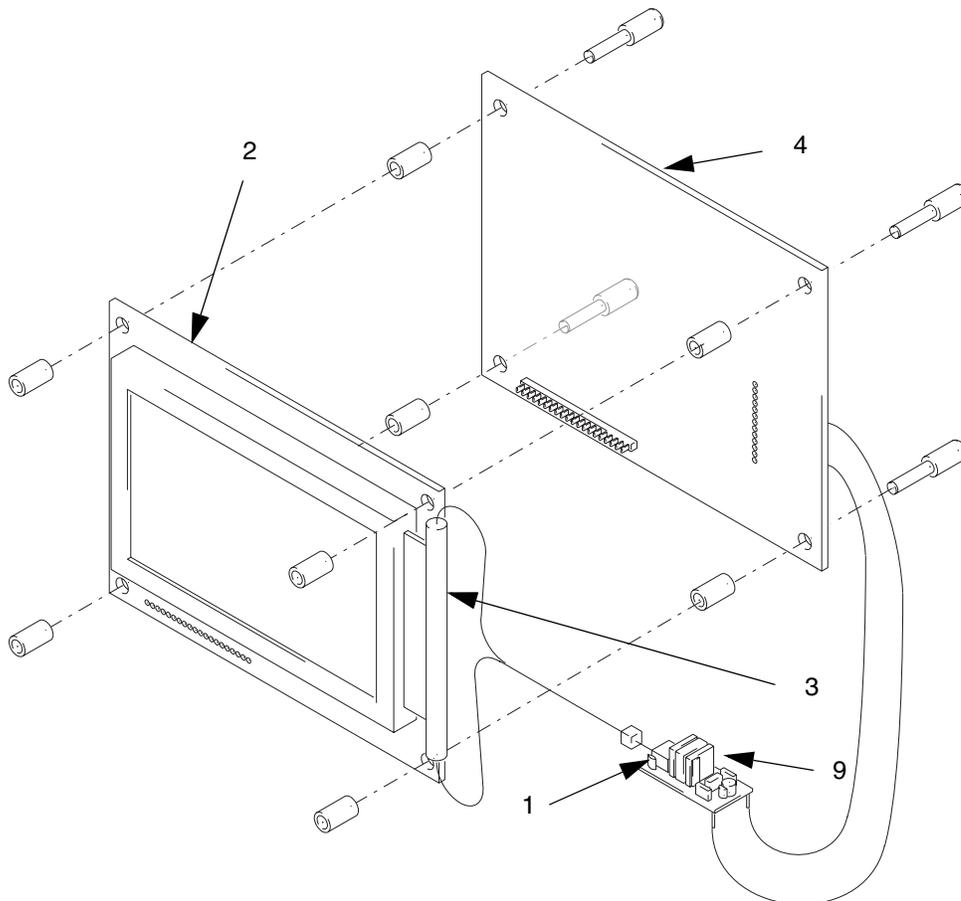

FIG. 25
Antes de reemplazar la luz de fondo, compruebe que el inversor (9) tiene el voltaje correcto desenchufándolo del conector de la luz de fondo (1), encendiendo el sistema PFlo LT y midiendo cuidadosamente la tensión CC entre las dos patillas del inversor. Vea FIG. 25. La lectura de tensión debe ser de aproximadamente 700 VCC. Si no fuera así, reemplace el inversor.
4. Desenchufe el cable plano de la tarjeta (4) deslizando el cable fuera del conector. Tome nota de la posición del cable en el conector. La flecha indica la patilla #1, vuelva a conectarla más tarde con la patilla #1 enganchada.
5. Desenchufe los conectores restantes de la tarjeta y anote su ubicación. Desenchufe el conector (1) que sale de la bombilla de la luz de fondo.
8. Retire los dos pequeños tornillos que sujetan la luz de fondo (3) a la pantalla de visualización (2), y deslice la luz de fondo sacándolo por el lateral de la pantalla de visualización.